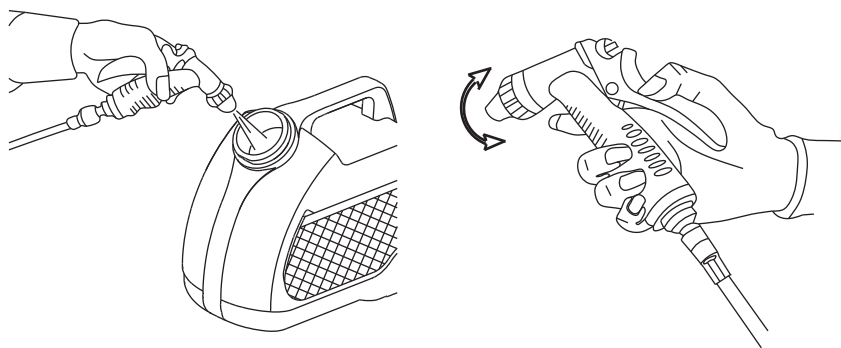

Рис.4
2. Чтобы продуть воздух в системе мойки, направьте пистолет-распылитель в емкость для воды и нажимайте на рычаг до тех пор, пока устойчивая струя воды не будет выходить из шланга. - (рис.4)
3. Для дальнейшей работы с мойкой, нажимайте пусковой механизм на пистолете-распылителе и регулируйте подачу воды и струю, насколько вам необходимо. - (рис.4). Когда вы не нажимаете на пусковой механизм, динамическое давление автоматически отключает электромотор устройства. При нажатии пускового механизма, падение давления автоматически запускает электромотор устройства, и давление восстанавливается с незначительной задержкой.